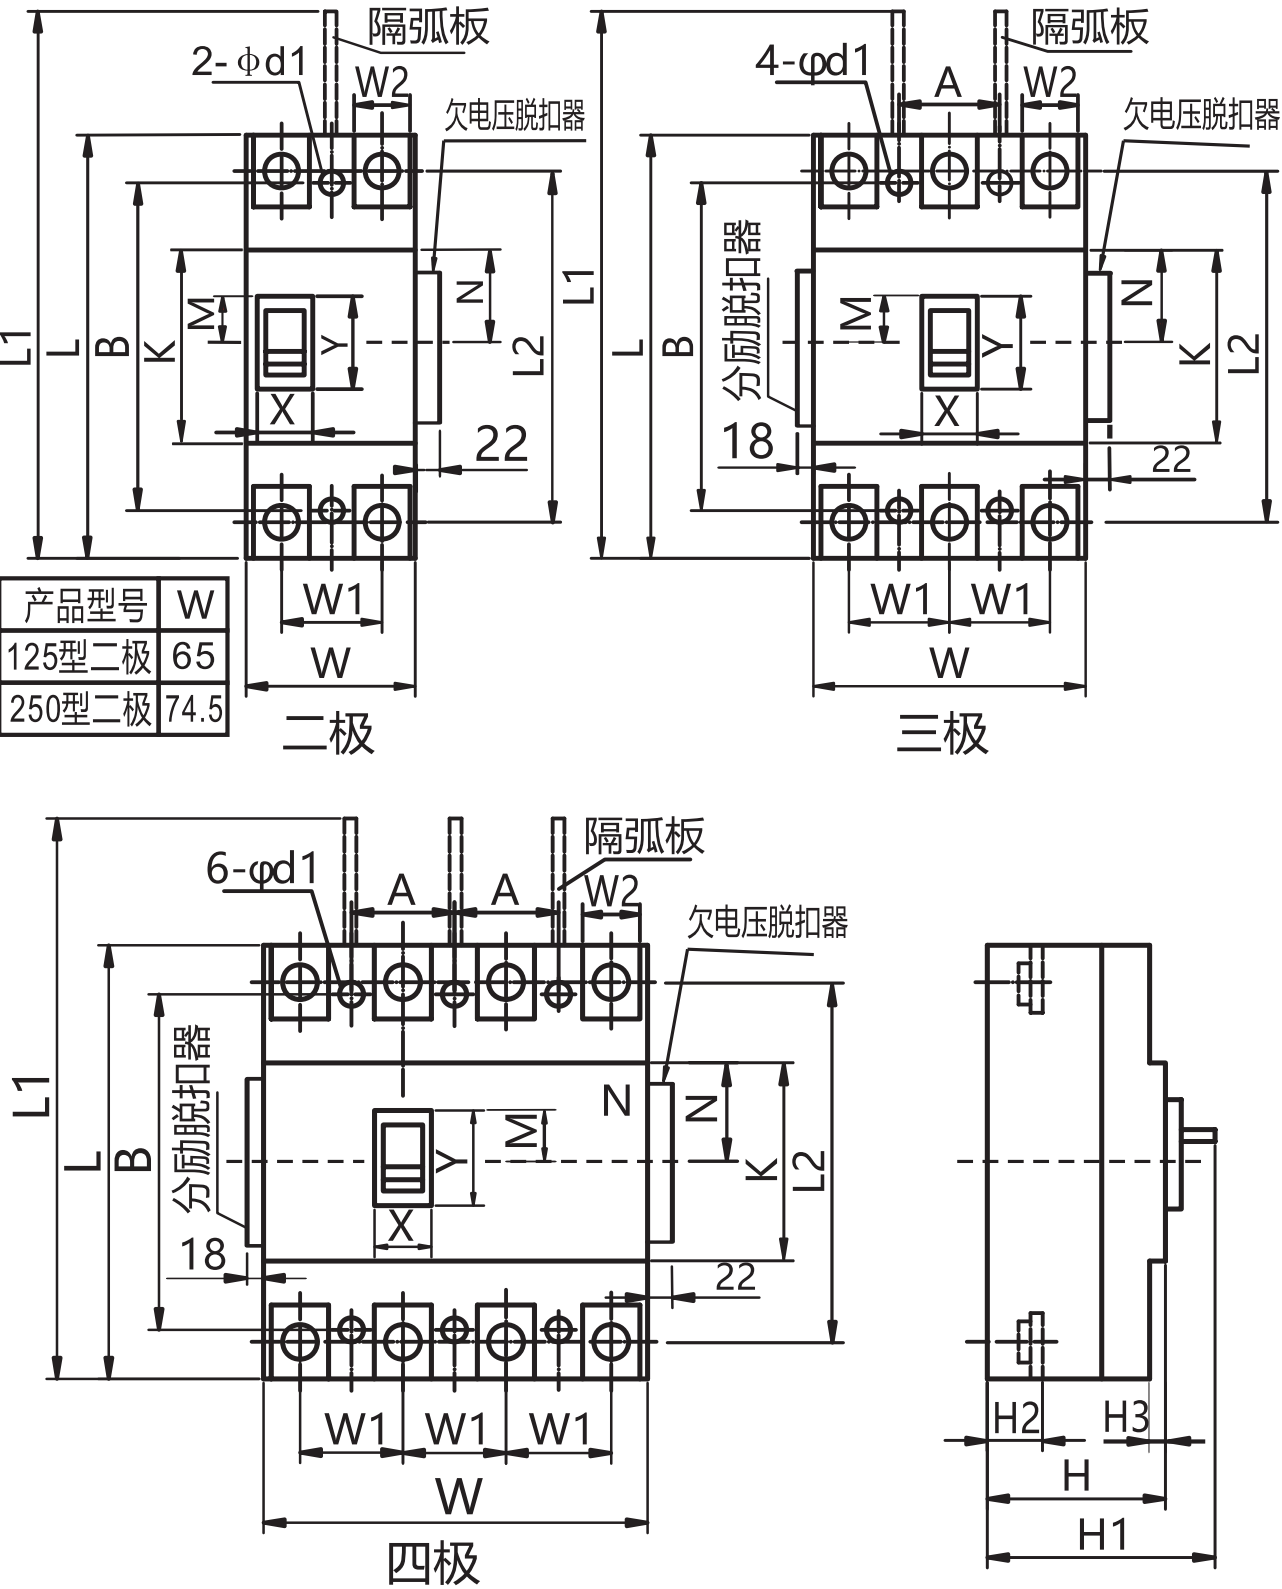
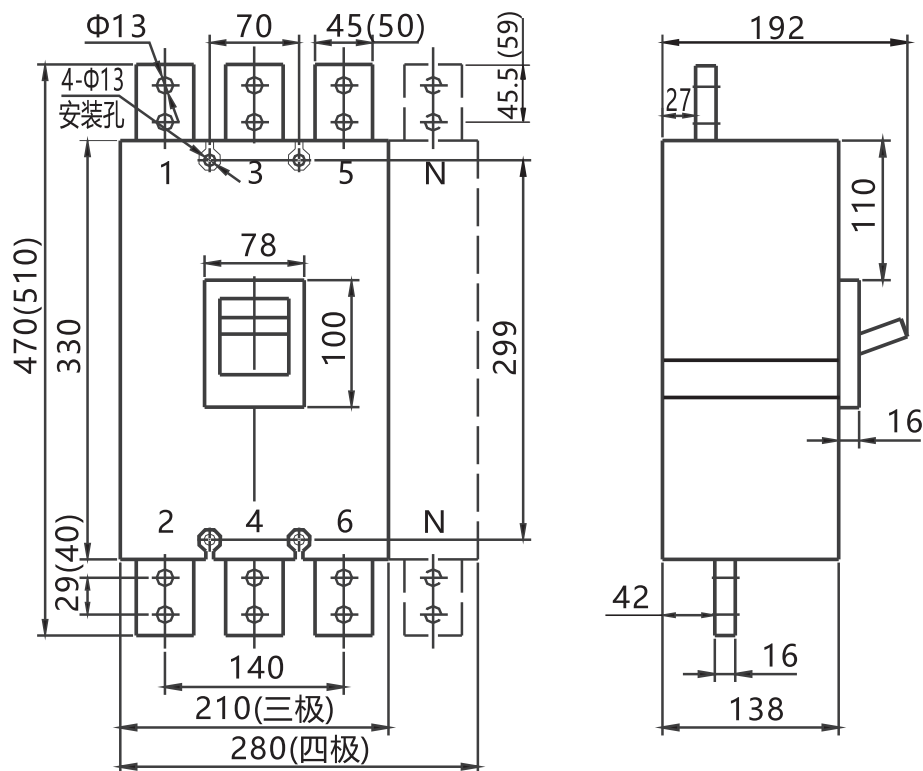

图7 RDM1-80~800板前接线外形及安装尺寸
图12 RDM1-1250/1600断路器外形尺寸及安装尺寸(括号内为1600尺寸)
6.1 RDM1-80~1250板前接线外形及安装尺寸图7、图12和表7。